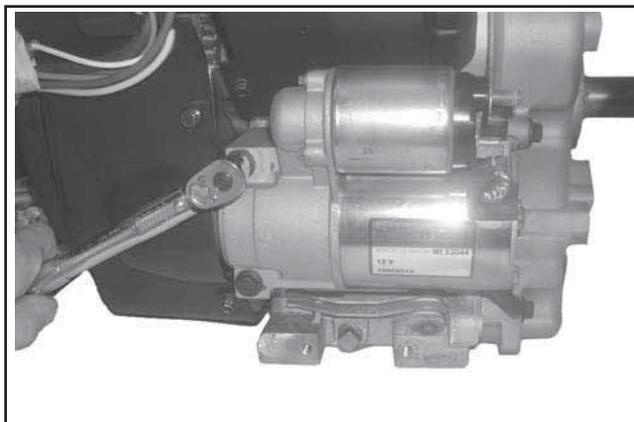

Figure 11-73. Installation du démarreur électrique.
1. Monter le démarreur à l'aide des deux vis hexagonales à embase. Voir la Figure 11-73. Certains démarreurs par mouvement d'inertie sont équipés d'un couvercle du pignon et d'entretoises sur les boulons du démarreur.